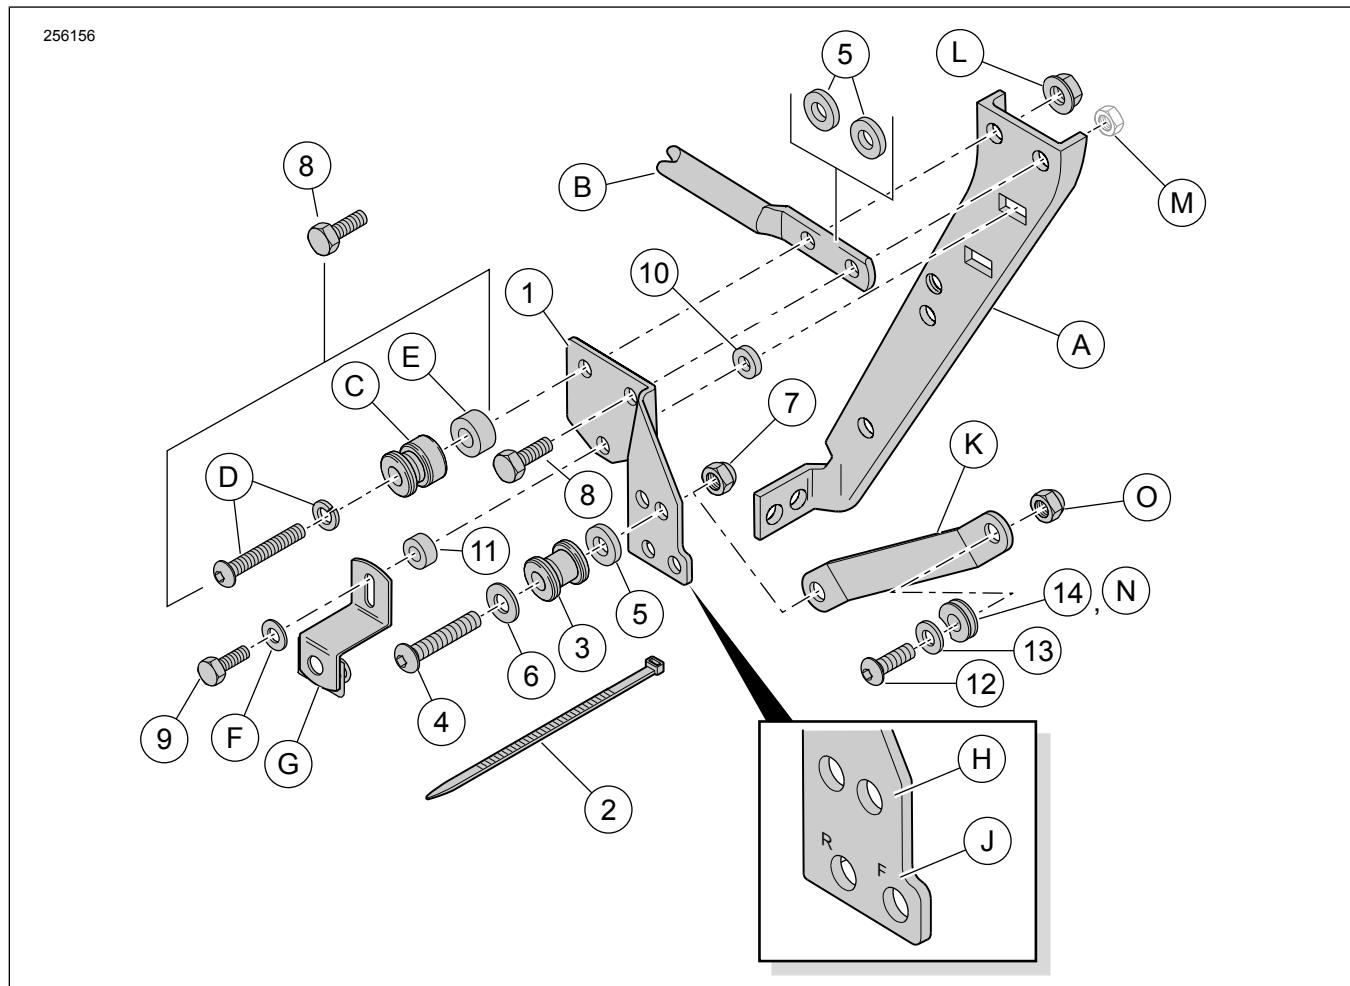
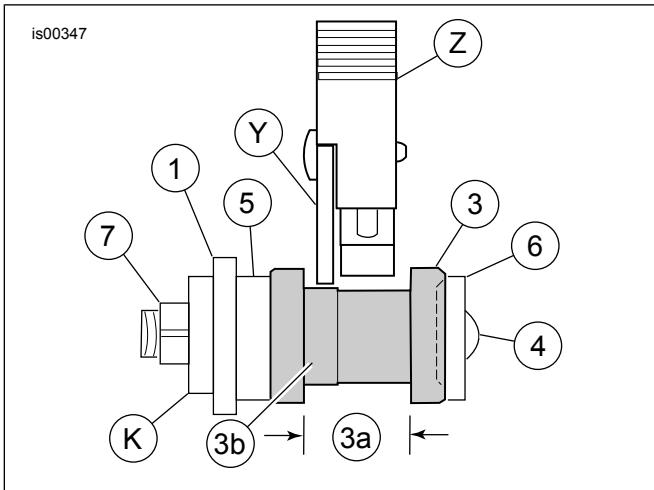

Figura 1. Kontenut tal-Kit: Kitt tad-Docking ta' Quddiem Installat Waħdu
Figura 7. Allinjament Xieraq tal-Lukkett fil-Punt tad-Docking
Ara Figura 1 . Il-brekits tal-immuntar tal-punt tad-docking ta' quddiem (1) huma specifiċi skont il-ġenb. L-ittri ittimbrati ġej it-toqob tan-naħha tisfel għandhom iħarsu lejn l-estern, u jidher kaw minn il-pożizzjonijiet ta' quddiem (F) u ta' wara (R).
Ara Figura 1 . Installa l-brekit tal-immuntar kif gej:
- Installa vit twil 5/16-18 x 1 pulzier (25 mm) (8) mill-kitt tad-docking ta' quddiem (53803-06) fit-toqba ta' quddiem tan-naħha ta' fuq tal-brekit (1), u minn ġon-naħha ta' quddiem tal-brekit (B) mill-kitt tad-docking ta' wara (53804-06), mqiegħed bejn il-brekit tal-immuntar (1) u l-brekit ta' appoġġ tas-saddlebag tat-tagħmir originali (A).
- Installa vit twil 5/16-18 x 2-1/4 pulzier (57 mm) u lockwasher (D), punt tad-docking (C), u spazjatur b'wisa' ta' 0.386 pulzieri (9.8 mm) (E) mill-kitt tad-docking ta' wara (53804-06) fit-toqba ta' wara tan-naħha ta' fuq tal-brekit (B) mill-kitt tad-docking ta' wara (53804-06), mqiegħed bejn il-brekit tal-immuntar (1) u l-brekit ta' appoġġ tas-saddlebag tat-tagħmir originali (A).
- Ara Figura 1 u Tabella 2 . Installa l-immuntar tas-saddlebag ta' wara.
- Daħħal vit ta' 1/4-20 (l-oġġett nru 9, it-tul huwa 1 pulzier jew 7/8 pulzieri skont il-mudell) minn ġol-washer (F) u s-slot fil-brekit tal-immuntar tas-saddlebag (G).
- Għall-mudelli FLHR, FLHT, jew FLTR:** Daħħal il-kamini minn ġot-toqba fil-qiegħ tal-brekit tal-immuntar (1), direttament taħt il-viti li kienu installati qabel.
- Għall-mudelli FLHRC jew FLHRS:** Poġġi spazjatur b'wisa' ta' 9/16 pulzieri (14.2mm) fuq il-kamini tal-vit, u daħħal il-kamini minn ġot-toqba fil-qiegħ tal-brekit tal-immuntar (1), direttament taħt il-viti li kienu installati qabel.
- Poġġi spazjatur b'wisa' ta' 1/8 pulzier (3.2 mm) (10) fuq il-kamini tal-vit, u daħħal il-kamini minn ġol-brekit ta' appoġġ tas-saddlebag (A) u fil-clip nut. Issikka.
7. Ara Figura 7 u Figura 1 . Poġgi washer (6) fuq il-kamini ta' vit b'rás forma ta' buttuna (4) minn dan il-kitt.
8. Poġgi punt tad-docking (3), orjentat kif muri, fuq il-kamini tal-vit, segwit minn spazjatur (5).
- a. **Għall-mudelli 1994-1996:** Minn ġot-toqba ta' waranett (H) fil-brekit tal-immuntar (1).
- b. **Għall-mudelli tal-1997 u dawk aktar reċenti:** Minn ġot-toqba ta' quddiem nett (H) fil-brekit tal-immuntar (1).
- c. Daħħal il-kamini tal-vit minn ġot-toqba l-kbira fil-brekit (53805-99, l-oġġett K, parti tal-Kitt tal-Ixkaffa jew tas-Sissy Bar Upright Kitt) u orbot bmod laxx fil-post b'locknut (7).